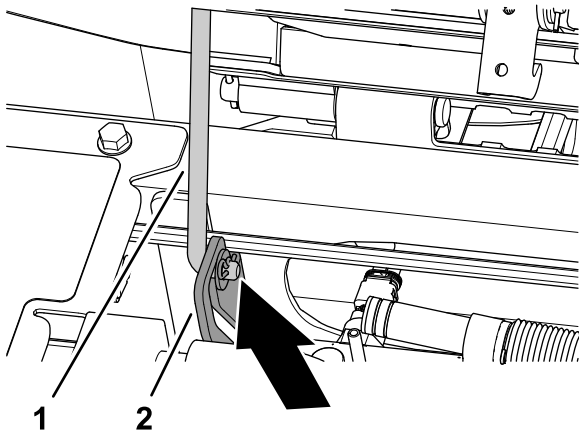

Figura 65
3. Asegúrese de que la varilla de sujeción delantera está asentada en la ranura de retención del soporte del asiento (Figura 65).